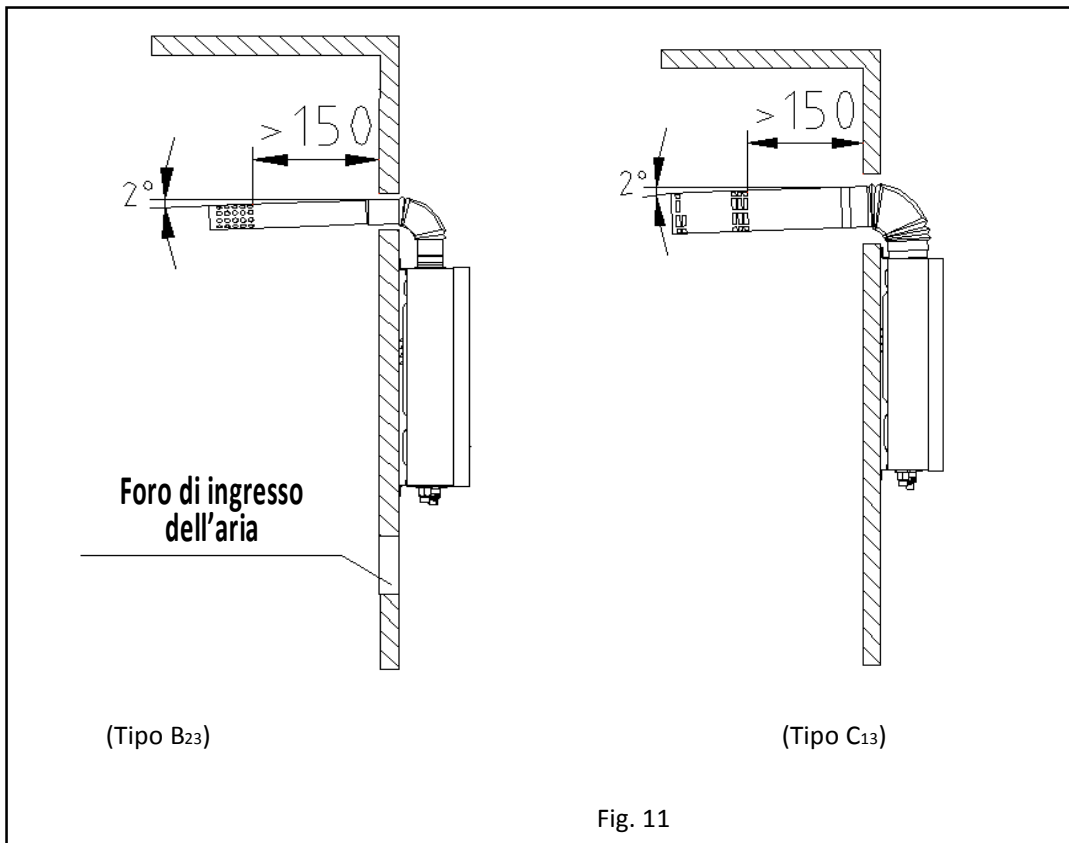

Fig. 11
(1) Utilizzare il tubo di scarico da noi fornito, facendo riferimento alla Fig. 11 per l'installazione. Se il tubo di scarico è troppo corto è possibile provvedere a una prolunga. Controllare il tubo di scarico ogni sei mesi per escludere perdite o danni.
(2) La lunghezza del tubo di scarico dev'essere inferiore a 3 m e il numero di curve non deve essere superiore a 3 (una curva equivale a 1 m di tubo rettilineo).
(3) Minore è la distanza orizzontale del tubo di scarico dei gas combusti migliore è il risultato. Il tratto terminale del tubo di scarico deve essere inclinato verso il basso di 2° (Fig. 11) in modo da lasciar fuoriuscire l'acqua di condensa.
(1) Utilizzare il tubo di scarico da noi fornito, facendo riferimento alla Fig. 11 per l'installazione. Se il tubo di scarico è troppo corto è possibile provvedere a una prolunga. Controllare il tubo di scarico ogni sei mesi per escludere perdite o danni. Installare il tubo di scarico dopo aver fissato il corpo dello scaldabagno. Per prima cosa posizionare lo scarico fisso nel foro della parete, poi inserire la curva nell'uscita dei gas combusti dello scaldabagno in modo che non incontri ostacoli; l'estremità del tubo di scarico deve avere un'inclinazione di 2° verso il basso (Fig. 11), altrimenti la pioggia potrebbe rifluire nello scaldabagno e danneggiarlo.
(2) La lunghezza del tubo di scarico dei gas combusti dev'essere inferiore a 3 m e il numero di curve non deve essere superiore a 3 (una curva equivale a 1 m di tubo rettilineo).